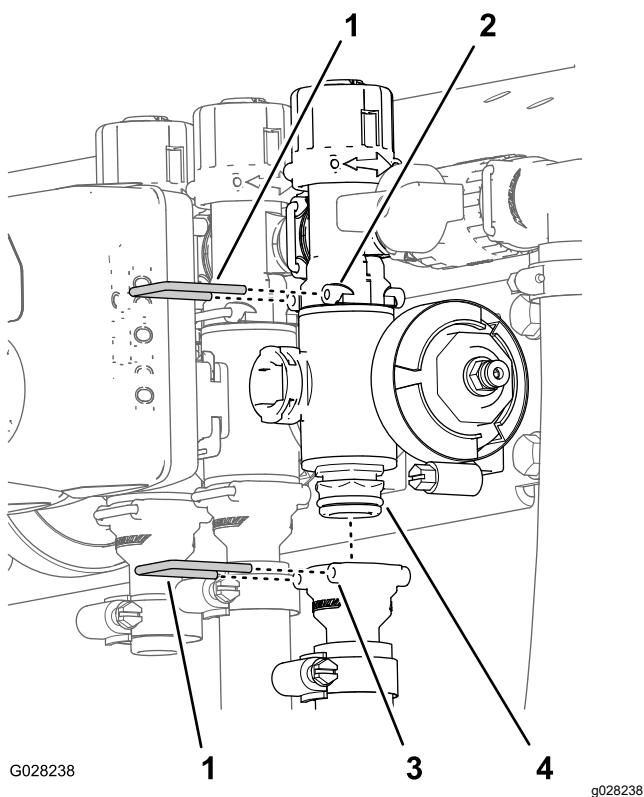

图 75
2. 拆下将出口接头固定至喷洒臂段阀歧管和将阀歧管固定至旁通阀接头的卡环图 75。